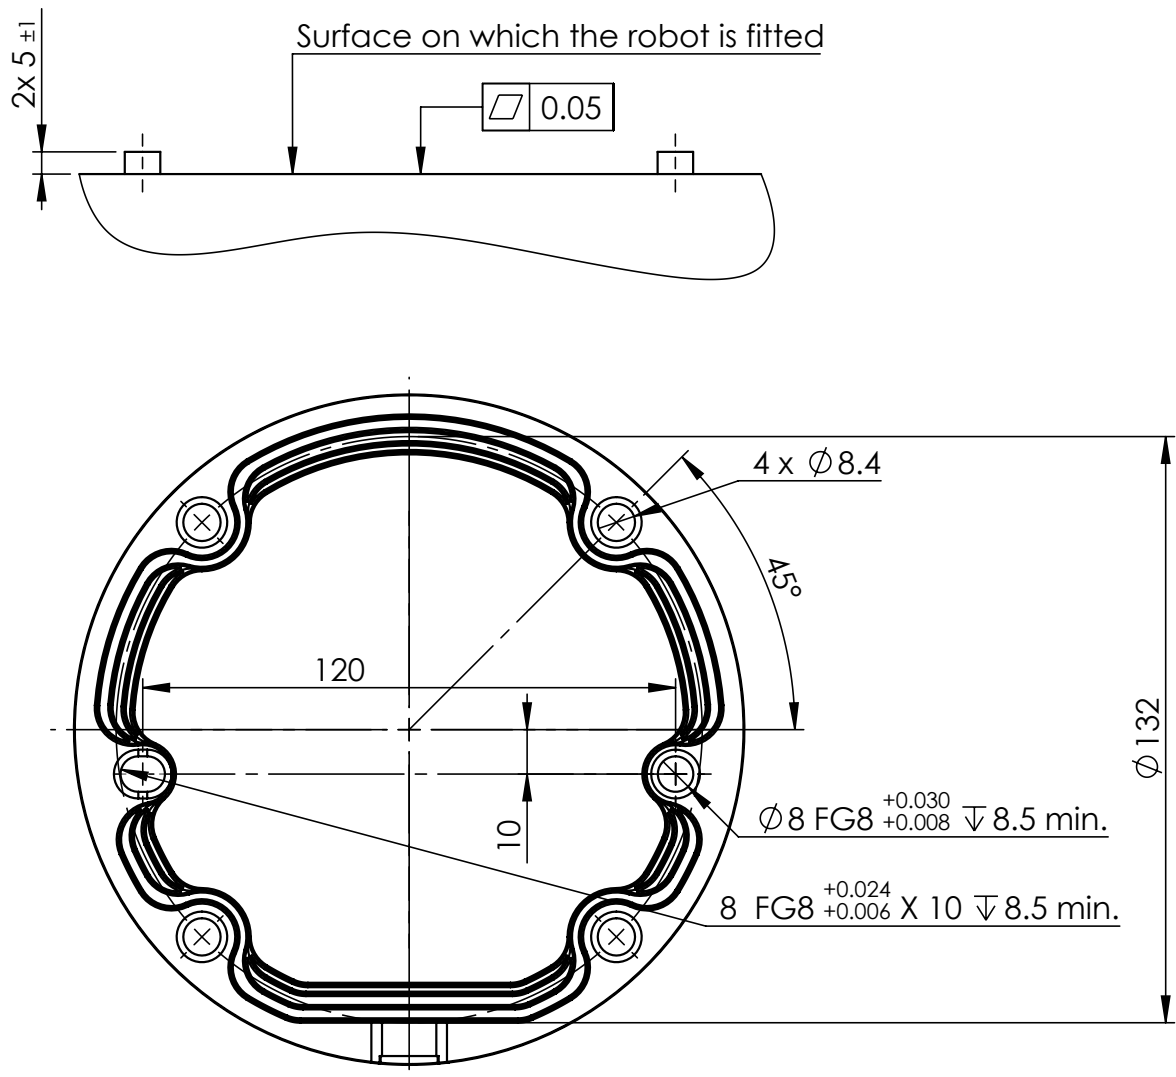

Figure 4.1: ロボット据え付け用の穴。M8 ボルト 4 本使用。すべての寸法の単位は mm です。
**ロボットアーム** ロボットアームは、ベースの4つの8.5mm取付け穴を使用して、4本の**8.8 M8** ボルトで据え付けます。ボルトは必ず**20 Nm**のトルクで締め付ける必要があります。用意されている2つの**Ø8**穴を使って、ピンを用いて正確にロボットアームの再配置を行います。注：付属品として正確なベース対応物をお買い求めいただけます。図4.1に、穴を開ける場所とねじを取り付ける場所を示します。